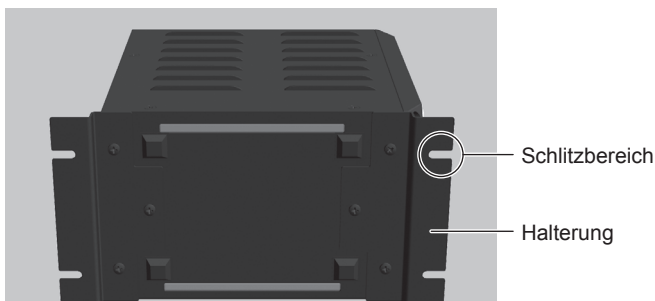
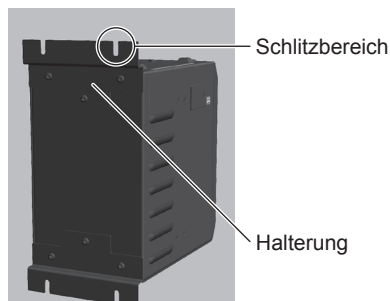

Abb. 13
Abb. 14
- Die Halterung kann an als "Bodenmontage (Abb. 13)" und als "Rückseiten Montage (Abb. 14)" am CONTROLLER ausgeführt werden.
- (1) Bringen Sie die Installationshalterungen (2 Stk.) mit den mitgelieferten Befestigungsschrauben (6 Stk.) an.
- (2) Bringen Sie den CONTROLLER (Schlitzbereich der Halterung) mit den mitgelieferten Befestigungsschrauben (6 Stk.) an der Maschine an.